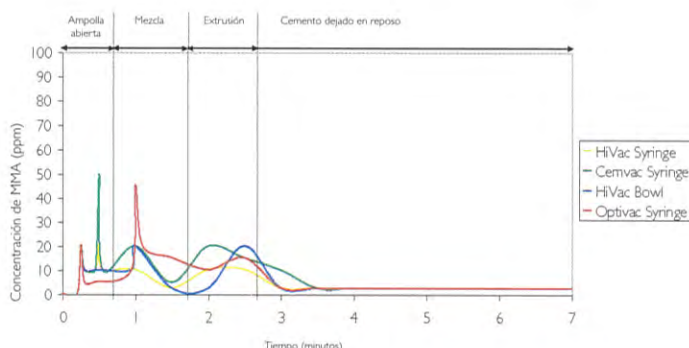

Figura 3. Prueba realizada por Vapour Management Systems, Plymouth, 2001.
La exposición del personal a los vapores del metilmetacrilato (MMA) preocupa a muchos que trabajan en la proximidad de la mezcla de cemento para hueso. Las normas de Health and Safety Executive (HSE) recomiendan una exposición máxima a vapores de 100 ppm durante 15 minutos (7). La gama HiVac™ utiliza filtros de carbono activado que disminuyen las cantidades de vapor a una pequeña fracción de estos límites de la directiva. Figura 3.